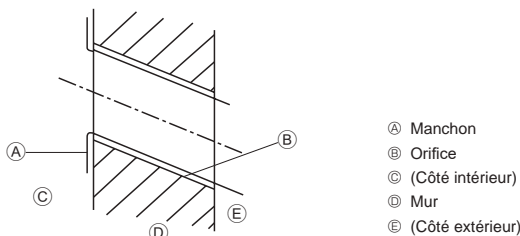

Fig. 3-3
- Ⓐ Planche d'installation ①
- ① Aligner la balance avec la ligne.
3.2.2. Forage de l'orifice des tuyaux (Fig. 3-3)